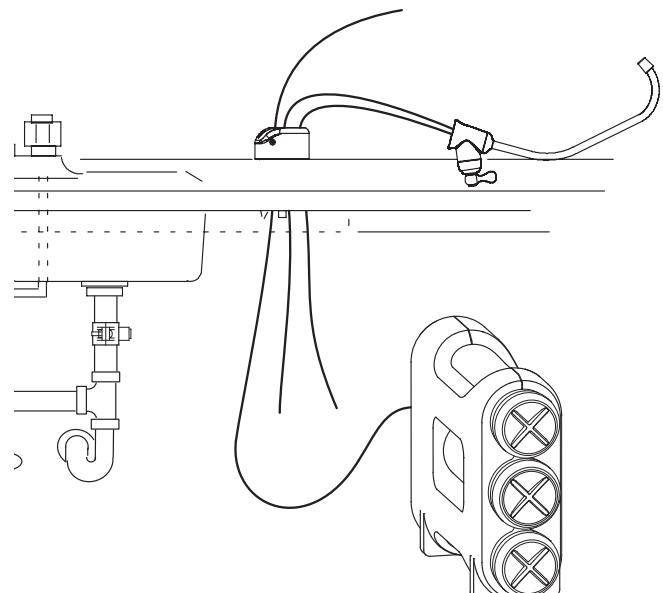

FIG. 14
7. Repérez le corps du robinet. Les tuyaux noir et bleu sont déjà raccordés au robinet; enfilez ces tuyaux dans l'orifice de l'évier de manière à laisser le corps du robinet et 1 pi (30 cm) de longueur de tuyaux sur l'évier. Ne pincez pas les tuyaux pendant ce processus. Voir Fig. 14.